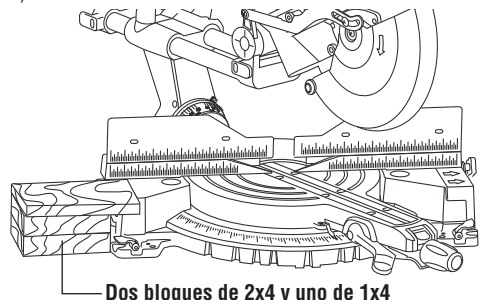

Figura 23. Soporte con bloques
**Bloques:** Las piezas de trabajo largas necesitan soporte adicional. La altura de la base (3-3/4") está diseñada para coincidir con la madera estándar de dos bloques de 2x4 y uno de 1x4. Se pueden usar tablas de estos grosores para crear extensiones de soporte auxiliar para piezas de trabajo largas (Figura 23).